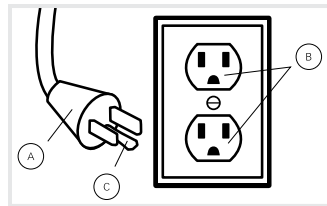
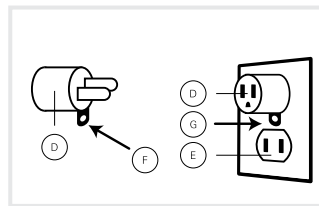

Fig. 1
Fig. 2
AVERTISSEMENT: Une connexion incorrecte du conducteur de mise à la terre peut engendrer des risques de choc électrique. Consulter un électricien qualifié ou un technicien spécialisé en cas d'incertitude concernant la mise à la terre correcte de la prise. Ne jamais modifier la che fournée avec l'appareil. Si elle n'est pas compatible avec la prise murale, demander à un électricien qualifié d'installer une prise appropriée. Cet appareil doit être utilisé sur un circuit à tension nominale de 120 volts et est équipé d'une che de mise à la terre (A) semblable à celle illustrée à la Fig. 1. Un adaptateur temporaire (D) peut être utilisé pour brancher cette che à une prise bipolaire (E) si une prise adéquatement mise à la terre n'est pas accessible (Fig. 2). L'adaptateur temporaire ne doit être utilisé que jusqu'à ce qu'une prise adéquatement mise à la terre (B) soit installée par un électricien qualifié (Fig. 1). La patte rigide ou le taquet de couleur verte ou autre élément semblable (F) lié à l'adaptateur doit être branché à une masse permanente (G) comme un couvercle de boîte à prises adéquatement mis à la terre (Fig. 2). Chaque fois qu'un adaptateur est utilisé, il doit être maintenu en place par une vis en métal.